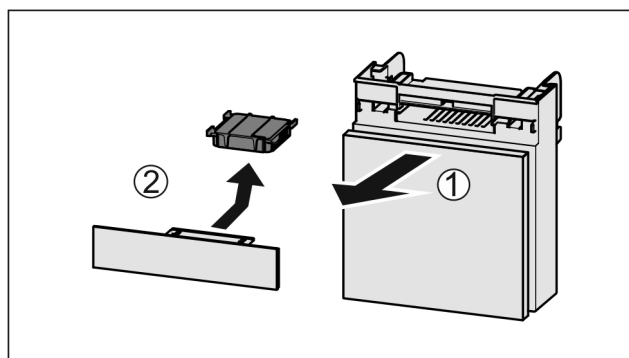

Fig. 39
- ▶ Издърпайте Fig. 39 (1) напред отделението.
- ▶ Извадете Fig. 39 (2) филтъра с активен въглен.